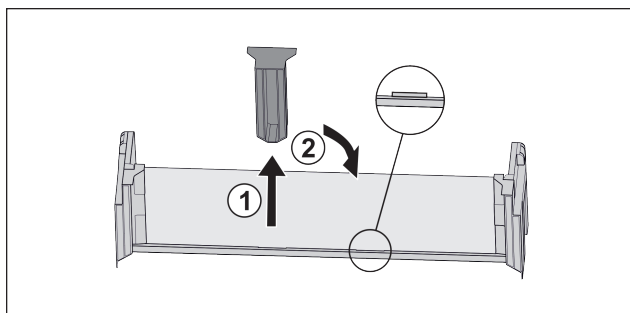

Fig. 18
- ▶ Изтеглете средната задържаща част *Fig. 18 (1)*.
- ▶ Вкарайте средната задържаща част на втората позиция *Fig. 18 (2)*.